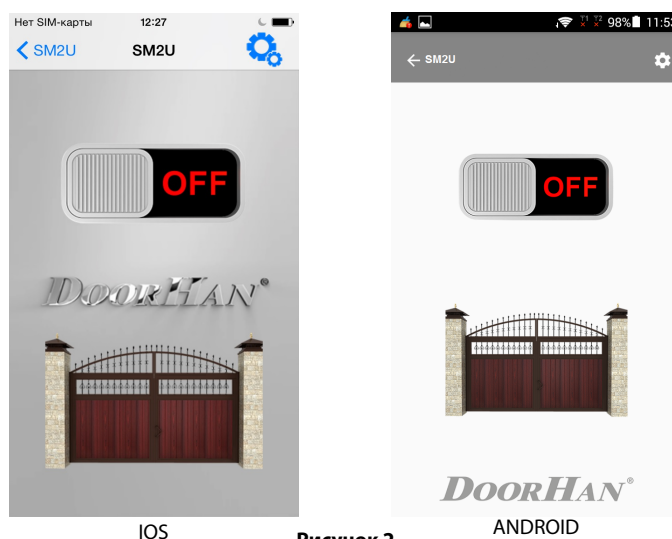

Рисунок 2
5. Кликните по иконке (в виде пульта Transmitter-2PRO). По умолчанию появится экран для управления устройствами «Переключатель» и «Распашные ворота» (Рисунок 2);
14. Если в процессе работы появится экран показанный на рисунке 7 и продолжает отображаться в течении времени более 5-10 сек, то вернитесь на экран (смотрите Рисунок 2) нажав на значок . Попробуйте заново кликнуть по иконке (в виде пульта Transmitter-2PRO).